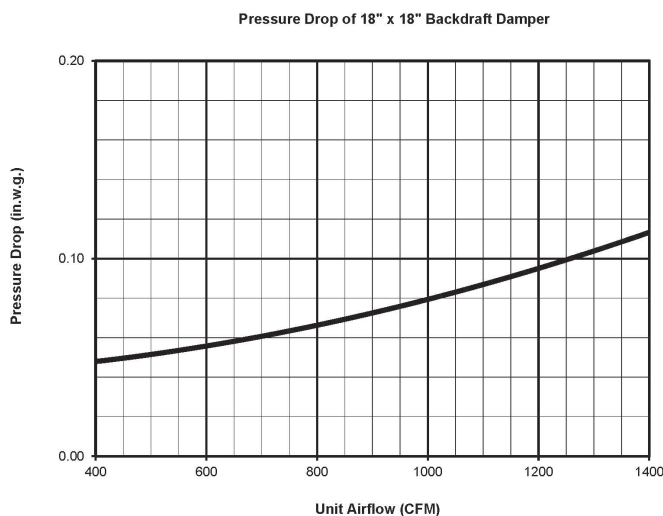

FIGURE 3.1.0 BACKDRAFT DAMPER PRESSURE DROP CHART
- ♦ Low pressure drop (See Figure 3.1.0).